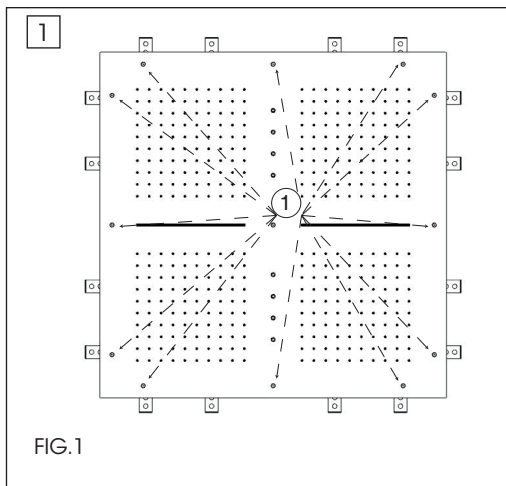
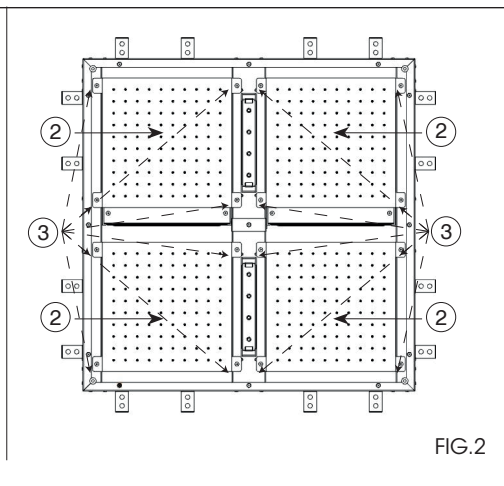

FIG.1
FIG.2
- IT** Dopo avere preparato la sede per il telaio del vostro nuovo soffione dovreste smontare alcune delle parti che lo compongono. Queste operazioni andranno effettuate solo per l'installazione e per eventuali ispezioni. Svitare le 12 viti (1) utilizzando la chiave a brugola in dotazione. Posizionare la piastra estetica lontano dall'area di lavoro per evitare di danneggiarla (Fig.1). Sempre con la chiave a brugola in dotazione provvedete a smontare i quattro elementi pioggia (2) svitando le 16 viti (3) (Fig.2).
- EN** After preparing the seat for the frame of your new shower head, you will need to remove some parts of the showerhead. These operations will only be performed for installation and for any inspections. Unscrew the 12 screw (1) using the supplied Allen key. Place the aesthetic plate away from the work area to avoid damaging it (Fig.1). With the supplied Allen key, unscrew the 16 screw (3) to remove the elements for the rain function (2) (Fig.2).
- FR** Après avoir préparé le siège pour le châssis de votre nouveau pommeau vous devrez démonter certaines des parties qui le composent. Ces opérations ne seront à effectuer que pour l'installation et d'éventuelles inspections. Dévisser les 12 vis (1) utilisant la clé hexagonale fournie. Positionner la plaque esthétique loin de la zone de travail pour éviter de l'abimer (Fig.1). Toujours avec la clé hexagonale fournie démonter les quatre éléments pluie (2) dévissant les 16 vis (3) (Fig.2).
- DE** Nachdem der Sitz für den Rahmen des neuen Duschkopfes vorbereitet ist, müssen Sie einige Bestandteile, aus denen dieser besteht, abmontieren. Diese Tätigkeiten werden nur für die Installation und zwecks eventueller Wartungseingriffe. Die 12 Abschrauben (1) unter Verwendung des, im Lieferumfang enthaltenen Inbusschlüssels verschrauben. Die Dekorplatte weTED entfernt vom Arbeitsbereich positionieren, damit diese nicht beschädigt wird. (Abb.1). Immer unter Verwendung des, im Lieferumfang enthaltenen Inbusschlüssels die vier Berieselungselemente (2) abmontieren, indem man die 16 Schrauben (3) herausdreht (Abb.2).
- ES** Tras haber preparado el asiento para el bastidor de Su nuevo rociador hay que desmontar algunas de las partes que lo componen. Estas operaciones tienen que ser efectuadas sólo en caso de instalación y de eventuales inspecciones. Destornillen los 12 tornillos (1) con el auxilio de la llave Allen incluida en el suministro. Posicionen la placa embellecedora lejos del área de trabajo para no dañarla (Fig.1). Siempre con la llave Allen incluida en el suministro, desmonten los cuatro elementos lluvia (2) destornillando los 16 tornillos (3) (Fig.2).
RU После подготовки места для рамы вашей новой душевой лейки необходимо будет разобрать некоторые составляющие ее компоненты. Эти операции должны выполняться только во время установки и во время проверок. Отвинтите 12 винтов (1) с помощью шестигранного ключа из комплекта поставки. Расположите декоративную пластину подальше от рабочей зоны, чтобы не повредить ее (рис. 1). С помощью шестигранного ключа из комплекта поставки разберите четыре душевых элемента (2), отвинтив 16 винтов (3) (рис. 2).
SV Efter att ha förberett sätet för ramen till ditt nya duschhuvud ska du montera ned vissa av dess beståndsdelar. Dessa ingrepp ska endast utföras för installation och för eventuella inspektioner. Skruva loss de 12 skruvarna (1) med hjälp av den medföljande insexnyckeln. Placera dekorationsplattan på avstånd från arbetsområdet för att undvika att skada den (Fig. 1). Montera ned, fortfarande med den medföljande insexnyckeln, de fyra regnelementen (2) genom att skruva loss de 16 skruvarna (3) (Fig. 2).
ZH 准备好新花洒的框架底座后，需要拆卸部分部件。该操作仅适用于安装及部分检查工作。使用配送的内六角扳手，拧松12颗螺钉（1）。将弹性片远离工作区，避免损坏（图1）。仍使用配送的内六角扳手，拧松16颗螺钉（3），拆下4个水滴型配件（2）（图2）。